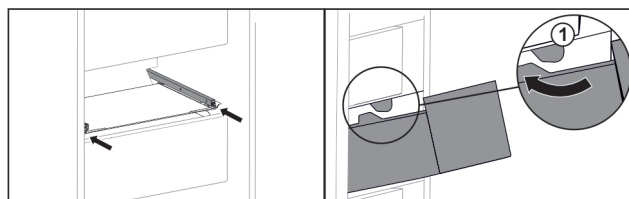

Fig. 31
- Avvicinare il cassetto ai fermi Fig. 31 (1)*